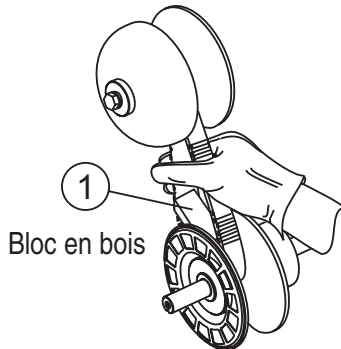

Figure 18. Poulie inférieure maintenue ouverte
3. **Introduire** le bloc de 19 x 25,4 x 82,6 mm (3/4 x 1 x 3 1/4 po) entre la face mobile et la face fixe de la poulie d'entraînement inférieure. Voir la figure 18. Ce bloc aidera à garder les faces de la poulie d'entraînement inférieure ouvertes pendant l'installation de la nouvelle courroie d'entraînement.